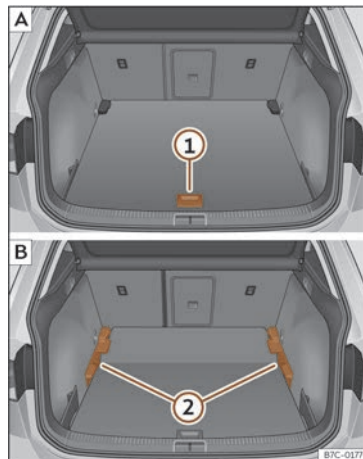

Fig. 165 Suelo variable del maletero: **A** posición alta; **B** posición baja.
- Para pasar de la posición baja a la alta, levante el piso por el asidero >>> **fig. 165 ①**, tire de él hacia atrás hasta que la parte delantera del piso rebase totalmente los soportes **②**.
- Haga desplazar sobre estos el piso hacia adelante hasta que haga tope en el respaldo de los asientos posteriores y, a continuación, baje el piso con el asidero **①**.
- Para pasar de la posición alta a la baja, levante el piso por el asidero >>> **fig. 165 ①**, tire de él hacia atrás hasta que la parte delantera del piso rebase totalmente los soportes **②**.
- Deje caer la parte anterior contra el piso y empuje el piso hacia adelante hasta que haga tope en el respaldo de los asientos posteriores bajando al mismo tiempo el piso con el asidero **①**.
- Con el suelo variable en posición alta, levántelo por el asidero >>> **fig. 165 ①**, tire de él y empuje hacia el respaldo de los asientos posteriores hasta que se doble por la línea de bisagra y la parte móvil del piso repose sobre el mismo.
- Para pasar de la posición alta a la baja, levante el suelo variable por el asidero >>> **fig. 165 ①** y tire de él hacia atrás un poco.
- Empuje el suelo variable hacia los asientos posteriores abatidos con el asidero **①** haciendo un poco de presión hacia abajo para que la parte móvil del piso enrase con los respaldos de los asientos posteriores.